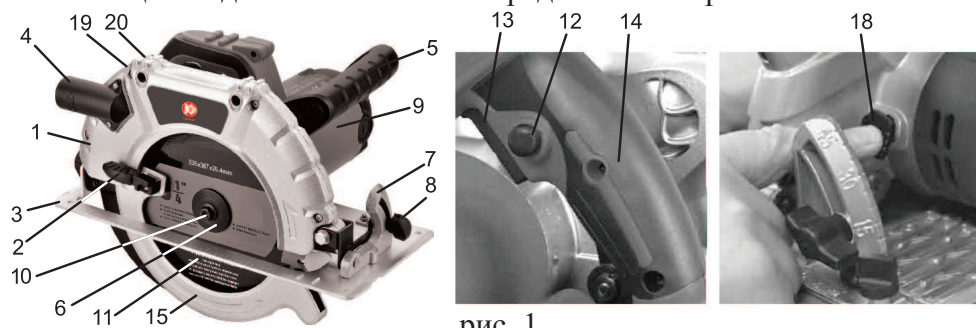

рис. 1
4.1 Общий вид пилы схематично представлен на рис.1\*
7.1 Для распиловки заготовки под углом к её опорной поверхности установите пильный диск под необходимым углом относительно основания **3** (рис. 1) электропилы и зафиксируйте выбранное положение регулировочным винтом **8** (рис. 1).
7.2 Кратковременное включение электропилы происходит нажатием на кнопку выключателя **13** (рис. 1) и на кнопку блокировки выключателя **12** (рис. 1).